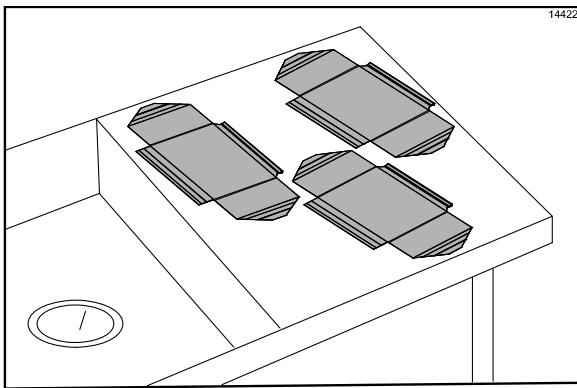

图 83
9. 将铁弗龙不粘膜放在干净、平整的表面上，直到进行进一步清洗。**请勿**折叠、褶皱或将其放在尖锐物体上。(请见图 83)